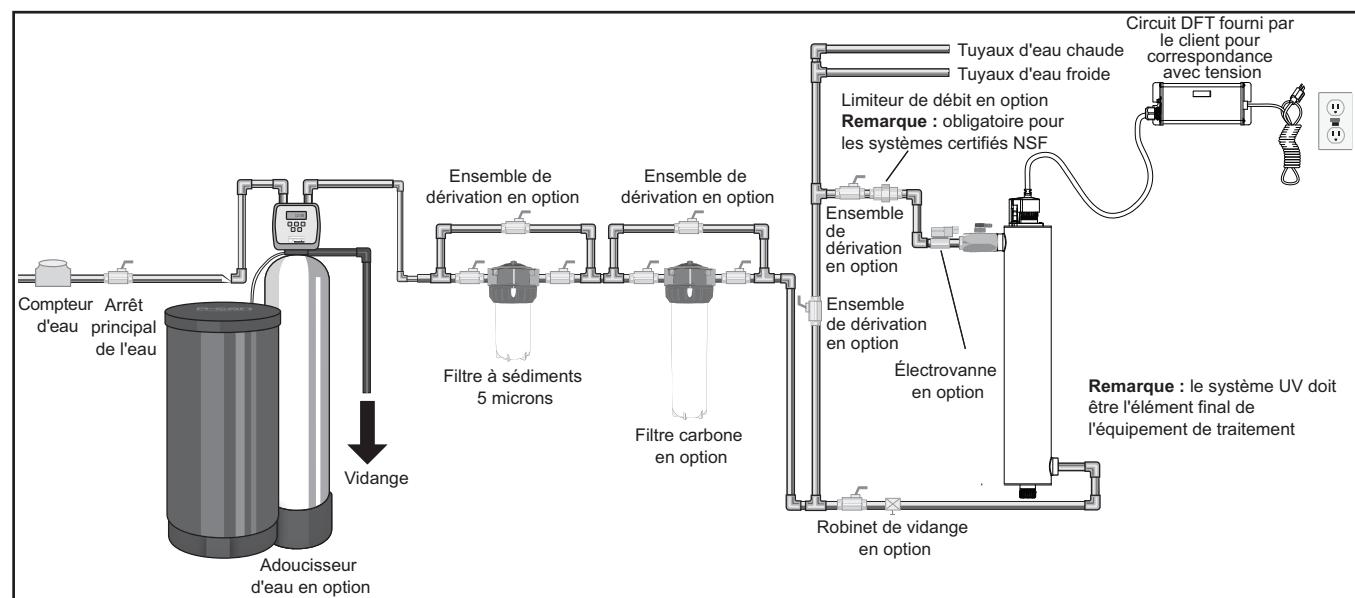

Figure 2 Système de désinfection
- Figure 2 décrit l'installation d'un système de désinfection et des composants connexes qui peuvent être utilisés pour l'installation. L'utilisation d'un ensemble de dérivation est recommandée dans le cas où le système nécessite une maintenance « hors ligne ». Dans ce cas, notez que le système nécessite une désinfection supplémentaire pour le système de distribution si de l'eau est utilisée pendant la dérivation. De plus, pendant la dérivation, l'eau NE sera PAS désinfectée et une étiquette « NE PAS CONSOMMER L'EAU » doit physiquement être installée sur l'ensemble de dérivation jusqu'à ce que le système soit assaini et à nouveau en service. Pour plus d'informations, consultez la Section 3.2. Si l'eau doit être consommée pendant que le système est hors ligne, l'eau doit être bouillie pendant vingt minutes avant d'être consommée.